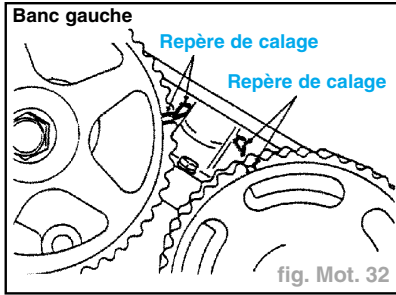

fig. Mot. 32
- Aligner le repère de calage sur le pignon d'arbre à cames du côté du banc gauche (fig. Mot. 32).